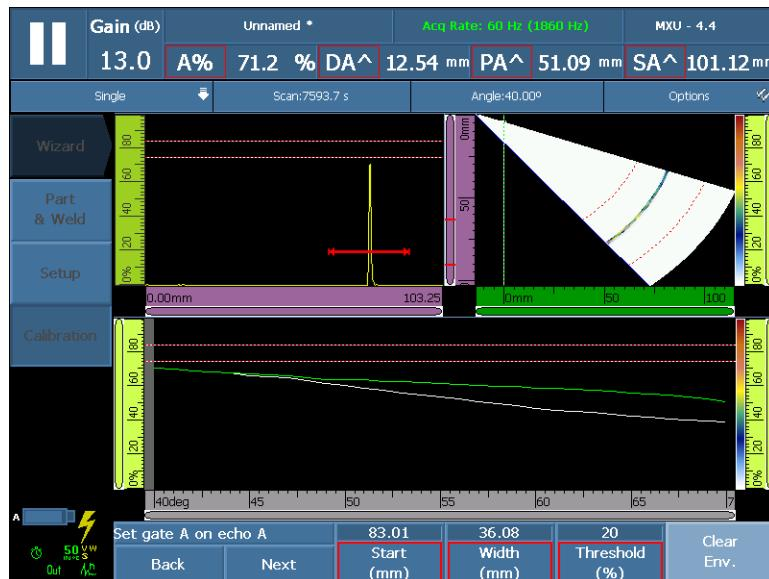

Рис. 5-22 Установка строба А на огибающую сигналы
6. В шаге **Уст. строб А на эхо А** выполните следующее (см. Рис. 5-22 на стр. 152):